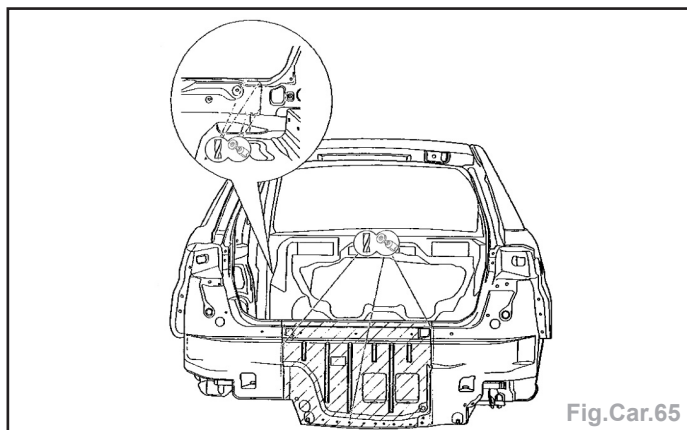

Fig.Car.65
- Fraiser et meuler les points de soudure électriques (Fig.Car.65).